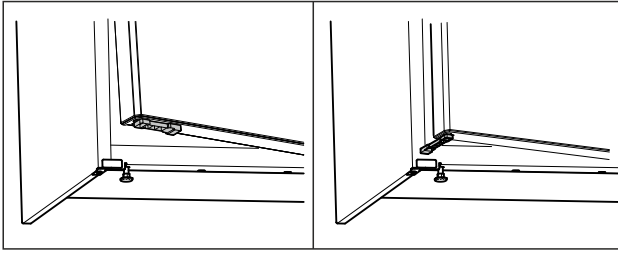

Fig. 68 *
- ▶ Käännä oven avauksen rajoitinta 90°. (katso Fig. 68) *